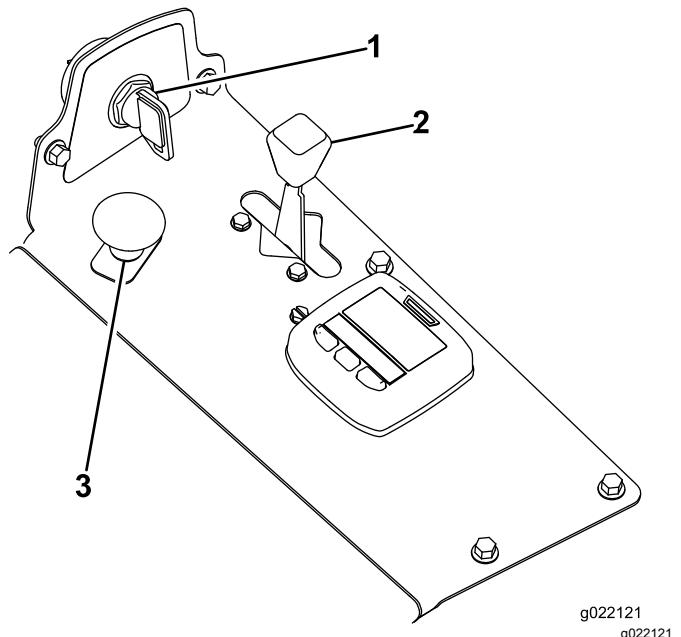

Figure 16
4. Placez la commande de prise de force (PDF) en position désengagée (Figure 16).